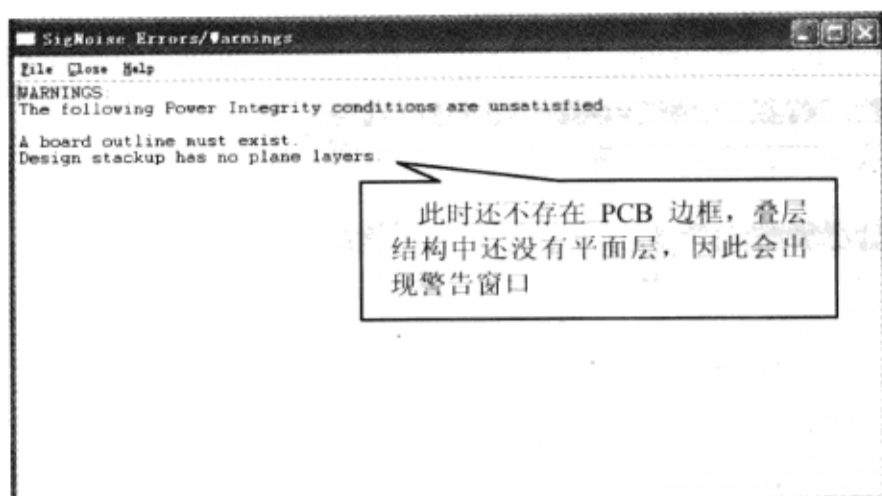

图 8-8-9 “SigNoise Errors/Warnings” 窗口
(2) 在“Allegro PCB PI option XL”提示窗口中单击“确定”按钮，弹出“Setup Wizard”窗口和“SigNoise Errors/Warnings”窗口，如图 8-8-9 所示。在“SigNoise Errors/Warnings”窗口中会提示当前 PCB 文件还没有边框，而且叠层结构中还没有平面层。这意味着必须要定义 PCB 边框，接下来将导入一个已经存在的 PCB 边框，设置向导将帮助我们完成这一过程。